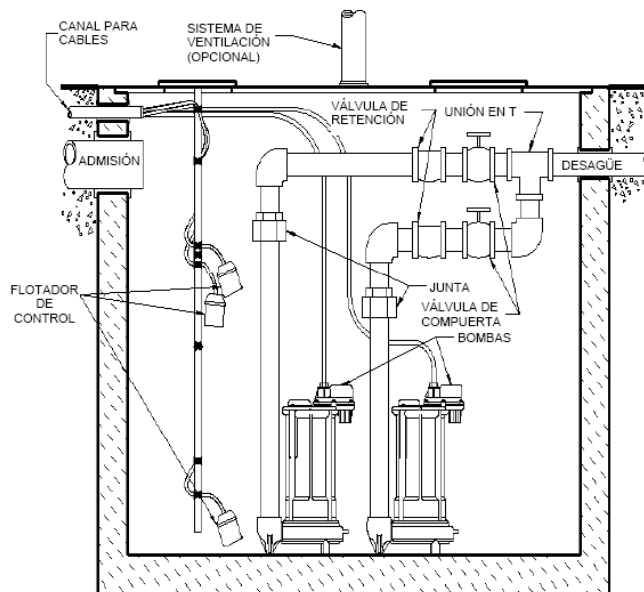

Fig. 3 – Instalación típica de un sistema simple
- B. **Sistemas dúplex (dos bombas) (vea la Fig. 3):** Coloque ambas bombas en el fondo de la cubeta. El control de dúplex incluye 3 ó 4 flotadores conectados a una de las tuberías de descarga o a una varilla independiente colgada de la tapa. Siga las instrucciones del